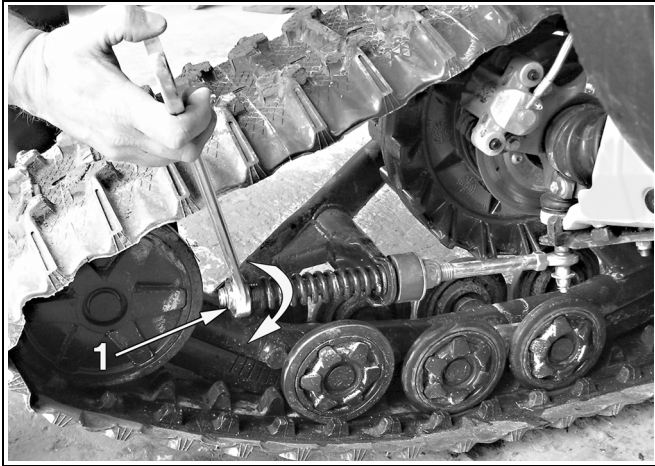

Figure 6
- Tourner l'écrou (1) jusqu'à ce qu'il vienne en contact avec le ressort. Comprimer ensuite le ressort en tournant cet écrou de 1,5 tour (voir la Figure 6).